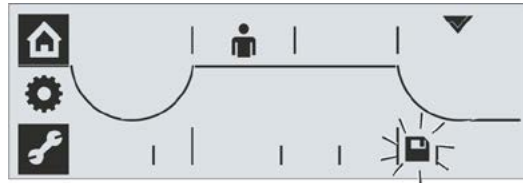

Fig. 9: O salvamento da posição final está ativo
11. Selecionar salvar: Girar o controle de drive até o símbolo de salvar piscar, veja fig. 9.